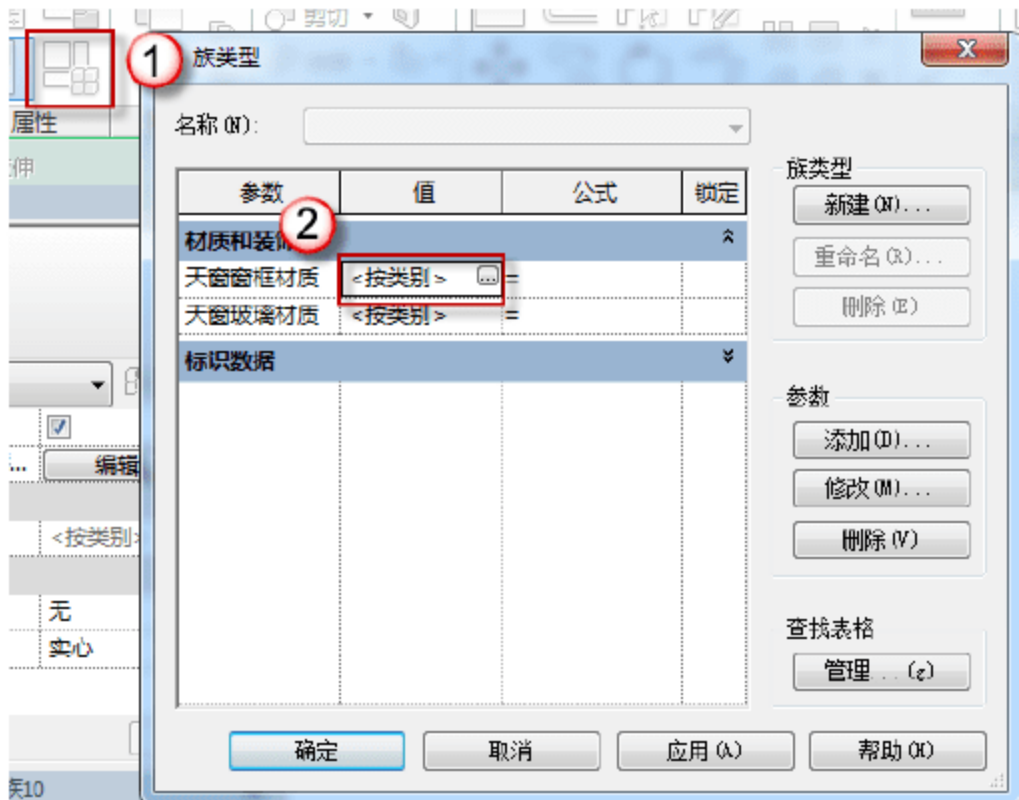

图 12.1.45 编辑天窗的窗框材质
(19) 编辑天窗的窗框材质。单击“族类型”按钮，在弹出的“族类型”对话框中，单击“按类别”按钮，如图 12.1.45 所示。